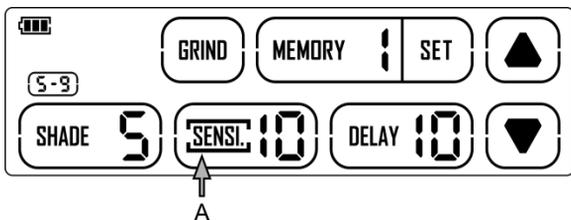

рис. 6
Для установки чувствительности коснитесь “SENSI.” (Чувств.) на дисплее (см. А на рис. 6), при помощи “▲” и “▼” уменьшите или увеличьте чувствительность линзы к свету дуги при различных сварочных операциях. Уровень чувствительности 5-10 является нормальным значением для повседневного использования. Для каждого из режимов используются следующие диапазоны чувствительности:
**Режим сварки (затемнение 5 ~ 9) / Режим резки (затемнение 9 ~ 13)** – чувствительность 0 ~ 10 (см. рис. 6)